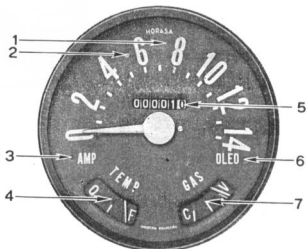
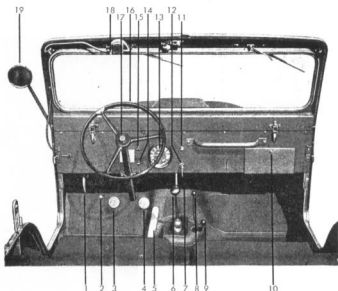

Fig. 6. Instrumentos
Fig. 7. Contrôles do veículo
O mostrador do velocímetro, (Fig. 6), n.º 1, é dividido em graduações de 10 quilômetros por hora. O ponteiro indica a velocidade do veículo. O odômetro, n.º 5, registra o número de quilômetros percorridos, sendo que o último algarismo à direita (de côr diferente) indica décimos de quilômetro.
A lâmpada vermelha, n.º 2, quando acesa, indica que os faróis estão com luz "alta". Veja "comutador de luz alta e baixa" na fig. 7, n.º 2.
O interruptor de luzes, fig. 7, n.º 11, é do tipo de puxar. Quando o botão está introduzido em todo o seu curso, tôdas as luzes estão apagadas. Puxado até a primeira posição, acende as lanternas dianteiras e traseira; puxado até a segunda posição acende os faróis, apagando as lanternas dianteiras. A luz do grupo de instrumentos no painel, fica acesa em qualquer das duas posições.
O botão, fig. 7, n.º 2, para o movimento de luz alta e baixa está localizado no assoalho, à esquerda do pedal da embreagem. As luzes alta e baixa, podem ser alternadas, de acôrdo com as necessidades, pressionando-se o botão com o pé. Uma luz vermelha fig. 6, n.º 2, no painel de instrumentos ficará acesa quando a luz alta estiver sendo usada pelos faróis.
A buzina é operada premindo-se o botão, fig. 7, n.º 17, localizado no centro do volante da direção.
O freio de estacionamento é operado acionando-se o puxador, fig. 7, n.º 1, localizado em baixo do painel, no lado esquerdo. Para soltar o freio, gire o puxador um quarto de volta para a direita e deixe-o retornar à posição original.
Partida do Motor. Para dar partida ao motor, depois de ligada a chave de ignição coloque a alavanca de mudanças de velocidade, fig. 7, n.º 6, em ponto morto. Ponha a alavanca da caixa de transmissão múltipla (transferência) última da direita, fig. 7, n.º 9, na posição "direta", isto é, puxada para trás, e desligue o eixo da tração dianteira, empurrando para a frente a respectiva alavanca, para a posição "desligado", fig. 7, n.º 8.
Desembreie, pisando o pedal da embreagem, fig. 7, n.º 3, e gire a chave de ignição ao máximo para a direita, deixando-a voltar à posição "ligado", logo que o motor pegar.
- 1 - Para mudar a tração de duas para quatro rodas, aperte o pedal da embreagem, solte o acelerador e puxe a alavanca esquerda, fig. 7, n.º 8, para trás. Isto liga a tração nas quatro rodas na prise direta da caixa de transmissão múltipla, podendo-se operar o veículo da maneira convencional.